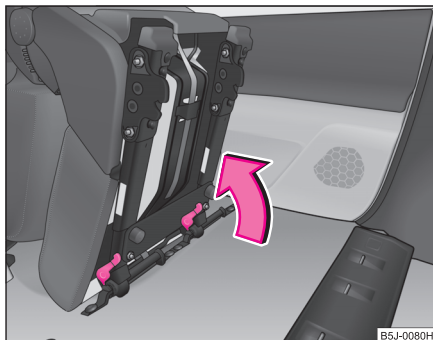

Fig. 57 Bloqueo del asiento
- Bloquear el asiento al final de la guía ⇒ fig. 57. ■
- Si el asiento está desmontado, póngalo primero sobre la guía y bloquee el asiento ⇒ fig. 57. Tire de él para asegurarse de que el asiento está correctamente bloqueado.